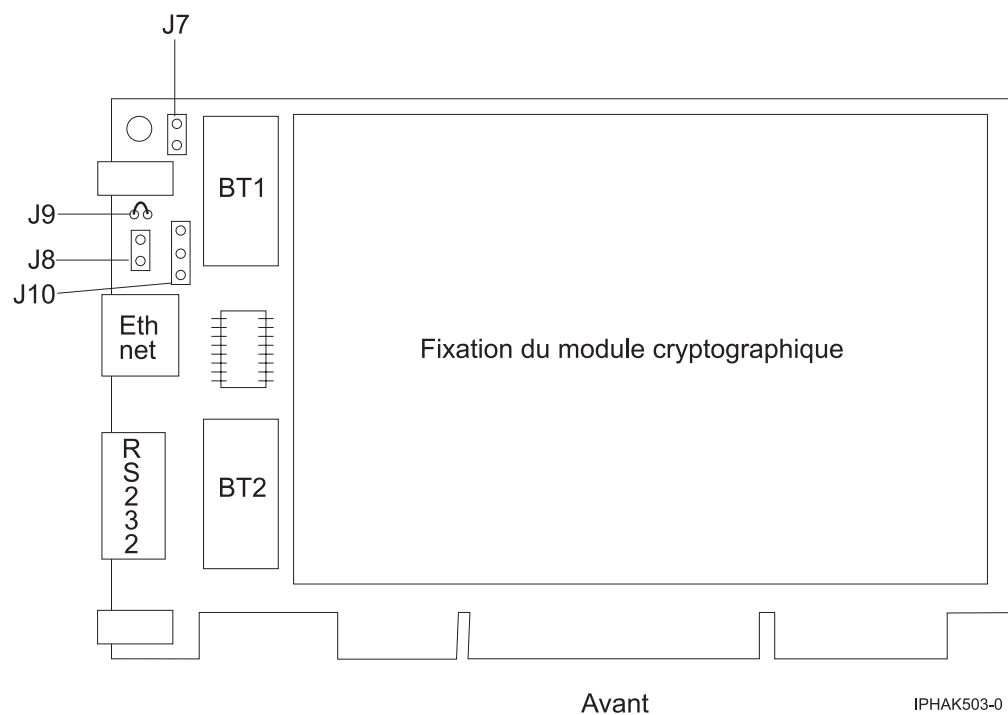

Figure 47. Recto de l'adaptateur
6. Insérez l'une des nouvelles batteries dans le bloc de batteries fourni avec le kit. Alignez le + de la batterie avec le + du bloc de batteries (l'extrémité avec le câble rouge). Connectez les câbles du bloc au connecteur J10 situé près du port série RS-232, comme illustré dans la figure 47, à la page 179. Le connecteur est polarisé pour garantir un branchement correct.